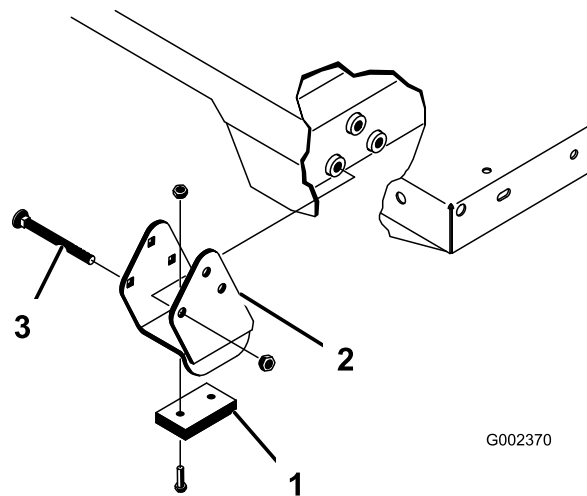

Figura 25
Asigurați-vă că suporturile distanțiere și blocurile de uzură (Figura 25) sunt montate cu uruburile de fixare poziționate în interiorul mainii.
2. Aezai cu atenție platforma pe cadrul mainii, aliniind orificiile plăcii pivotante din spatele platformei cu orificiile din canalul cadrului spate și montai cele 2 tifturi cu cap și gaură și cuiul de osie (Figura 25).
4. Introduceți tiftul cu cap și gaură din exteriorul platformei cu cuiul de osie orientat spre exterior (Figura 25).